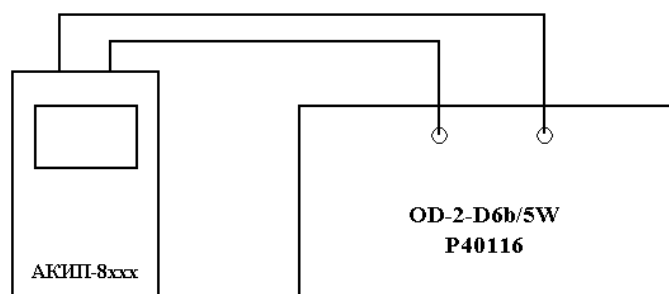

Рисунок 3 – Схема соединения приборов при определении диапазона и основной абсолютной погрешности в режиме измерения сопротивления, сопротивления изоляции.
- входные разъемы поверяемого измерителя, предназначенные для измерения сопротивления, соединить при помощи измерительных проводов с разъемами магазина мер сопротивлений OD-2-D6b/5W (см. рис. 3);
- входные разъемы поверяемого измерителя, предназначенные для измерения сопротивления изоляции, соединить при помощи измерительных проводов с разъемами меры-имитатора P40116 (см. рис. 3);
- рассчитать значение абсолютной погрешности измерений по формуле (1).